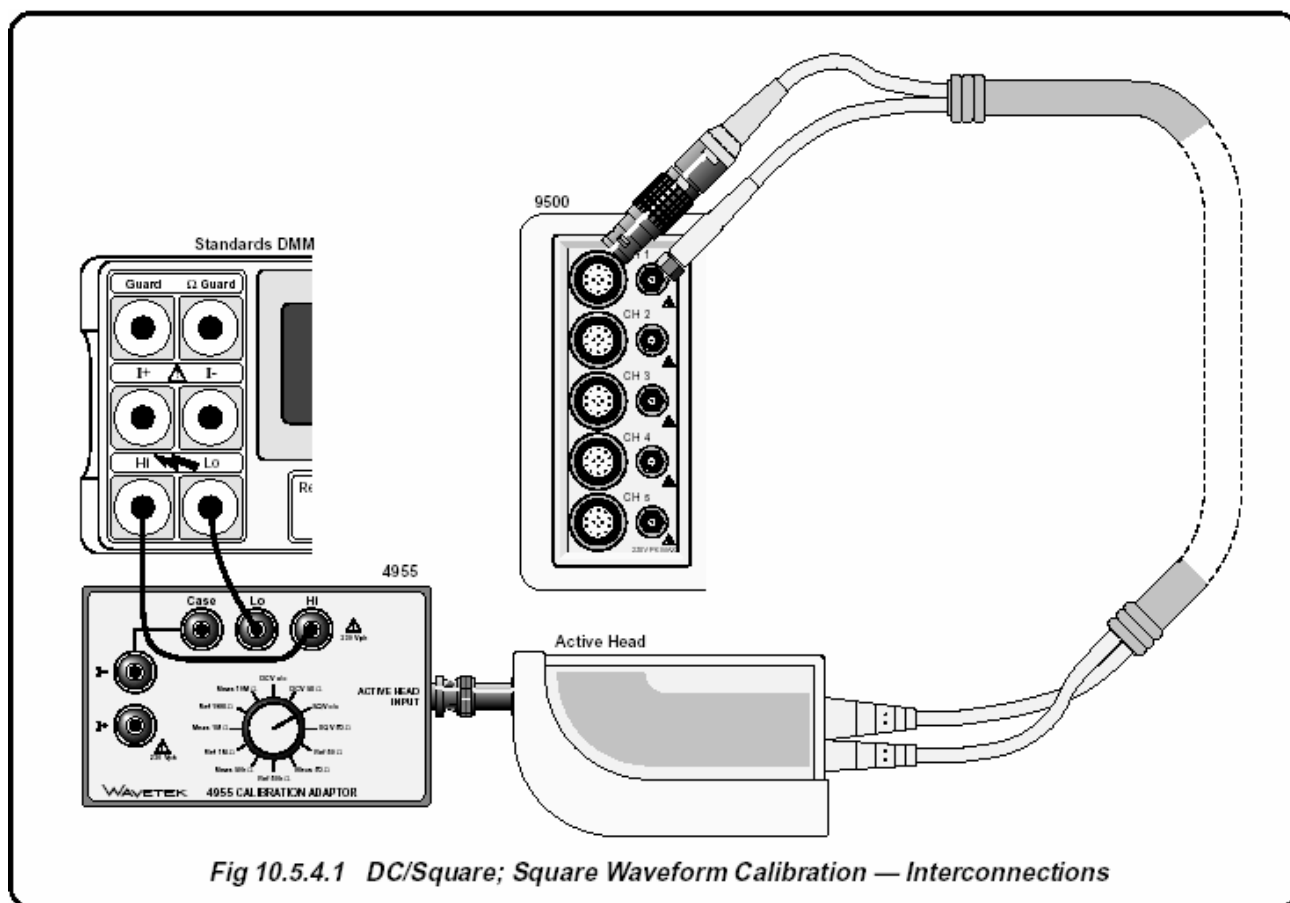

Рис. 10.5.4.1. DC/Square: калибровка функции прямоугольного сигнала - межсоединения
- 1 **Соединения** Убедитесь, что калибратор 9500В соединен с образцовым мультиметром как показано на *Рис. 10.5.4.1*, или через аналогичный «BNC-4mm» адаптер, и оба прибора включены и прогреты.
- 1 Начиная с калибровочного диапазона «Cal Range 1», проведите калибровку во всех калибровочных точках, перечисленных в *Таблице 10.5.4.1*, выполняя операции по пунктам со (2) по (13), которые приведены ниже.